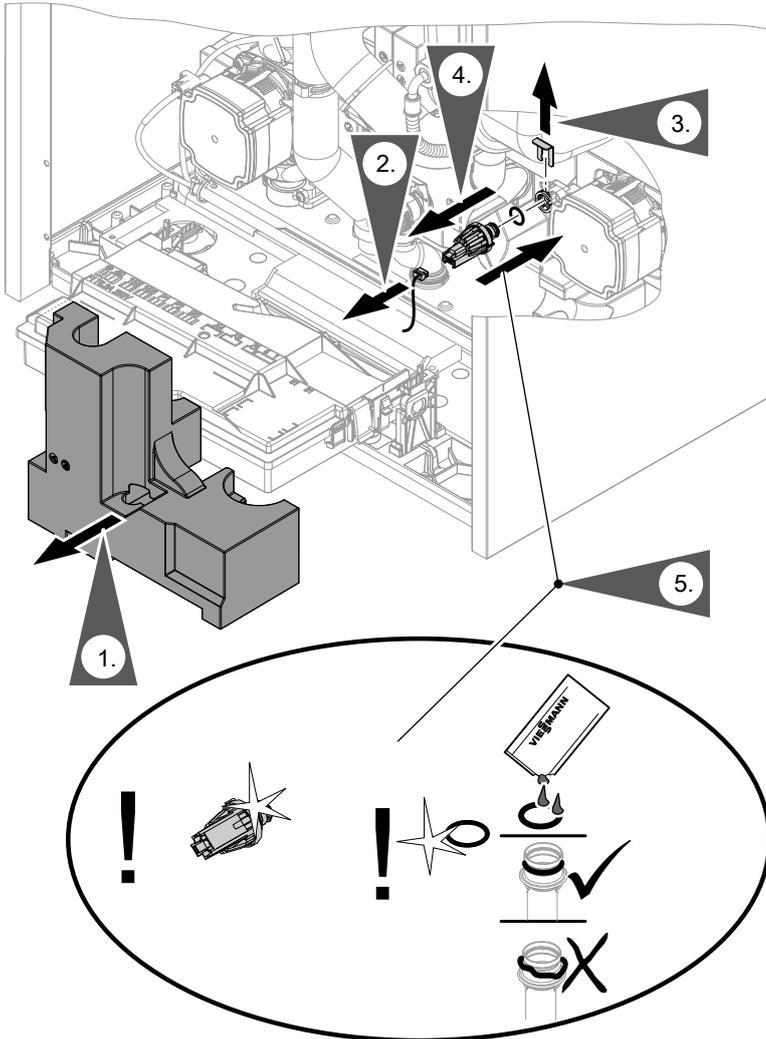

Abb. 92
- Wasserdrucksensor: Siehe Abb. 92.